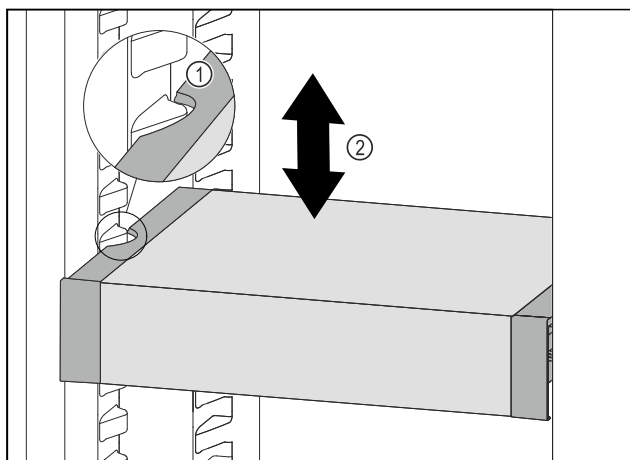

Fig. 118
- Dra VarioSafe framåt tills sidofördjupningarna på VarioSafe är i samma nivå som behållarlisterna i kyldelen. Fig. 118 (1)
- Förflytta VarioSafe uppåt eller nedåt i kyldelen tills önskad höjd har uppnåtts. Fig. 118 (2)